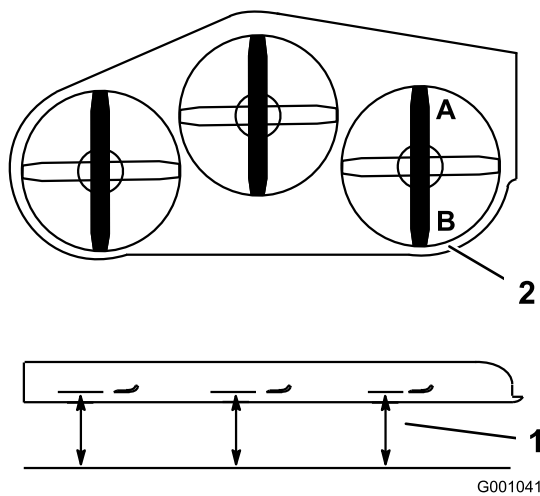

Figura 78
1. Coloque la cuchilla derecha en posición longitudinal (Figura 78).
2. Mida la cuchilla derecha en la posición **A** desde una superficie nivelada hasta el filo de corte del extremo de la cuchilla (Figura 78).
4. Mida la cuchilla derecha en la posición **B** desde una superficie nivelada hasta el filo de corte del extremo de la cuchilla (Figura 78).
6. La cuchilla del cortacésped debe estar entre 6 y 10 mm (1/4–3/8 pulg.) más baja en la posición **A** que en la posición **B** (Figura 78). Si no es correcta la distancia, continúe con los pasos siguientes.